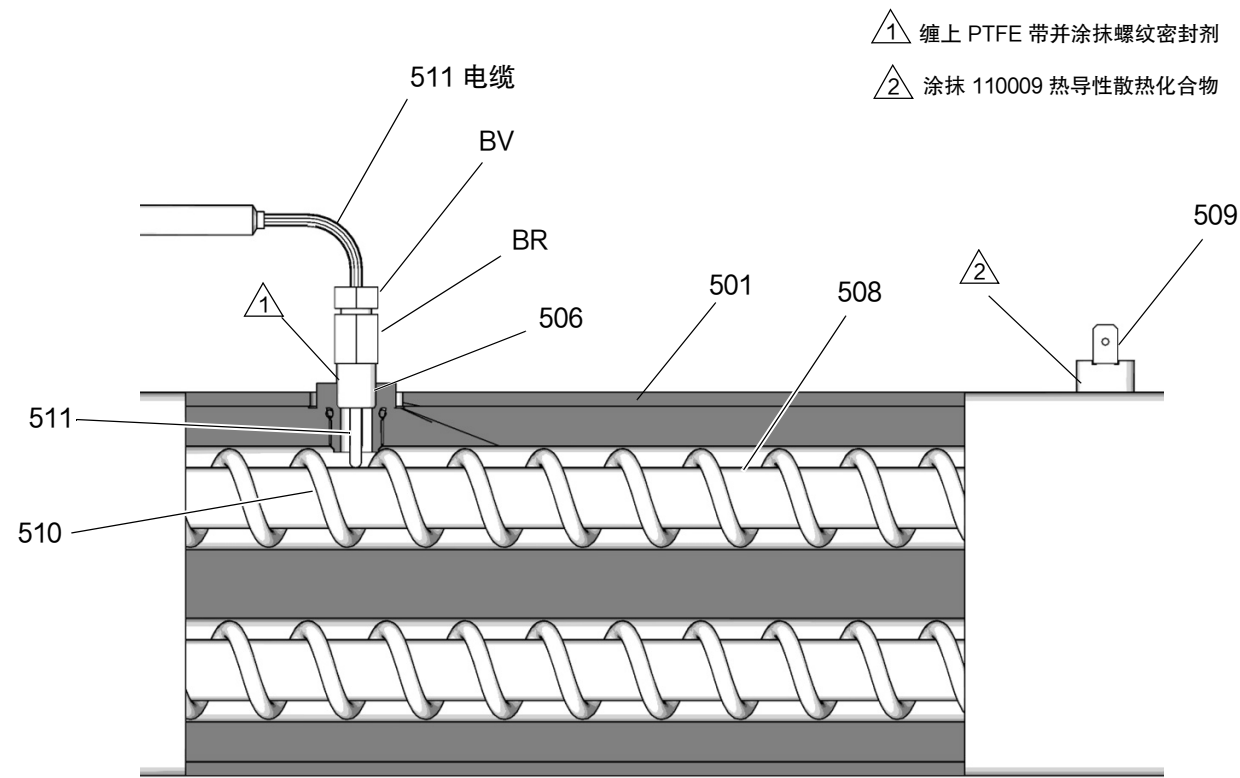

图 69: 热电偶
7. 参见图 69，第 68 页。松开套圈螺母 (BV)。从加热器外壳 (501) 中取出热电偶 (511)，然后卸下热电偶外套 (BR)。除非还需要卸下搅拌器（510），否则不要拆下热电偶适配器（506）。如果必须卸下转换接头，则当更换转换接头时，要确保混合器 (510) 不挡道。
8. 更换热电偶。参见图 69 所示。
- b. 给外螺纹缠上 PTFE 带并涂抹螺纹密封剂，然后将热电偶外套 (BR) 拧入转换接头 (506) 内。
- c. 将热电偶 (511) 向里推，使其端头接触到加热元件 (508)。
- d. 将热电偶 (511) 尖端顶在加热器元件上，将套圈螺母 (BV) 拧紧，然后再拧 1/4 圈。
9. 将热电偶线穿过电气外壳 (C) 并穿入先前的线束。将接线重新连接到电路板上。
11. 同时接通加热器 A 和 B 进行测试。温度应该以同样的速度上升。如果一个加热器的加热速度低，可松开套圈螺母 (BV) 并紧固热电偶外套 (BR)，使热电偶 (511) 端头接触到加热元件 (508)。